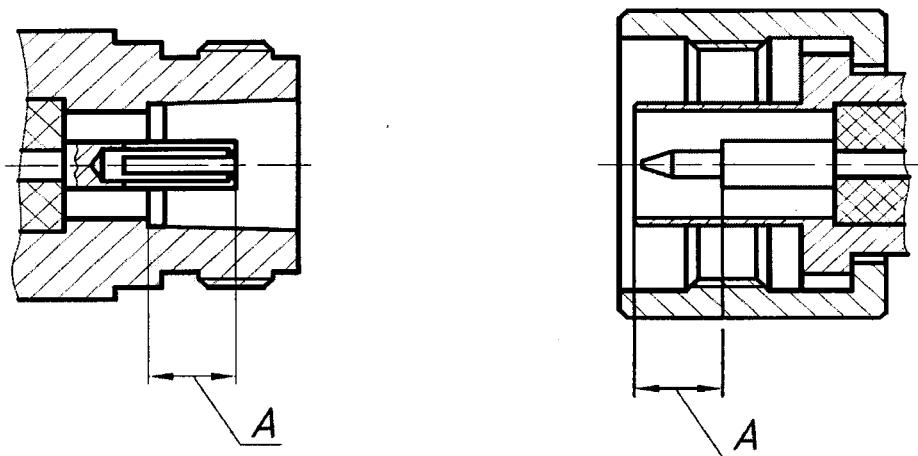

Рисунок 1 – Соединители тип N (75 Ом) «розетка» и «вилка»
7.2.2 Проверке подлежит присоединительный размер «A» (рисунок 1) соединителей портов 1 и 2 АЦВ, кабеля СВЧ и всех мер и переходов из набора калибровочных мер, входящих в состав поверяемого АЦВ.